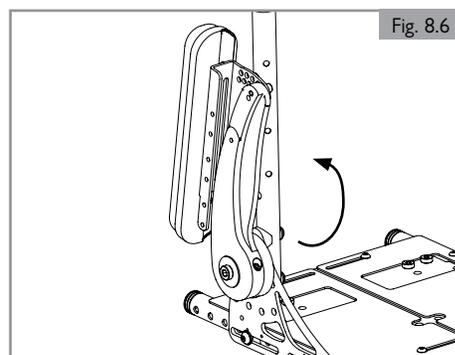

Fig. 8.6
**8.6 Reposabrazos de soporte (Fig. 8.6)**